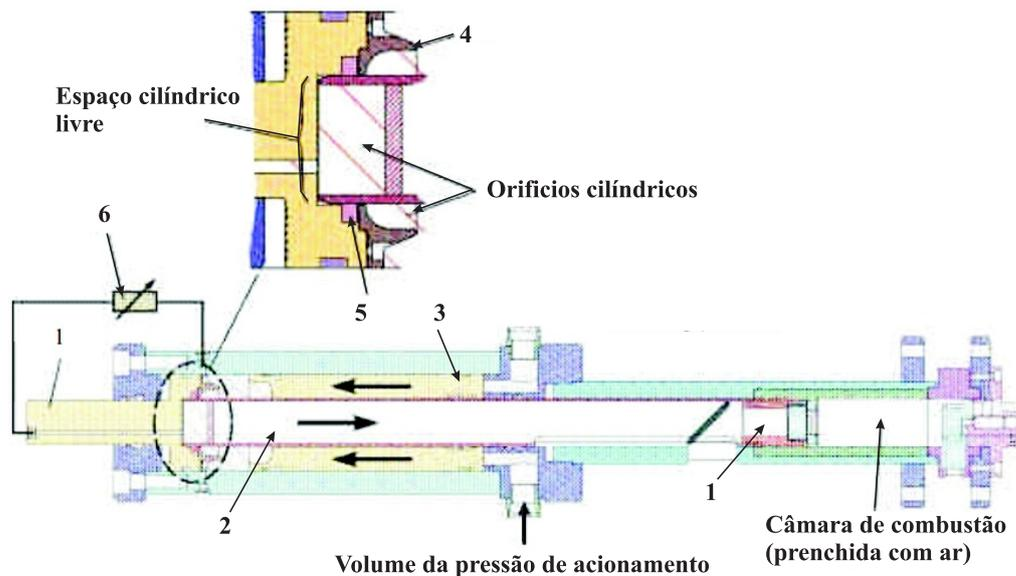

Figura 3.4: Posição do sistema no início do processo de compressão.
A Figura 3.4 mostra a esquematização do processo de auto-ajuste da máquina, antes de uma compressão típica. O pistão responsável pelo equilíbrio de massa (3) pode ser ajustado a pressões entre 15 e 50 bar, reguladas via tubos de ar e, em seguida, pressionado em direção a válvula estranguladora (4). Enquanto isso, o pistão externo (2) se move para a área cilíndrica livre.